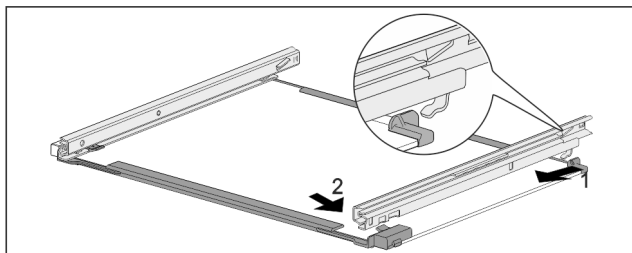

Fig. 275 Pllaka e xhamit me shinat
- Kapni shinën në kapëse në pjesën prapa. Fig. 275 (1)
- Kapni shinën në kapëse në pjesën përpara. Fig. 275 (2)